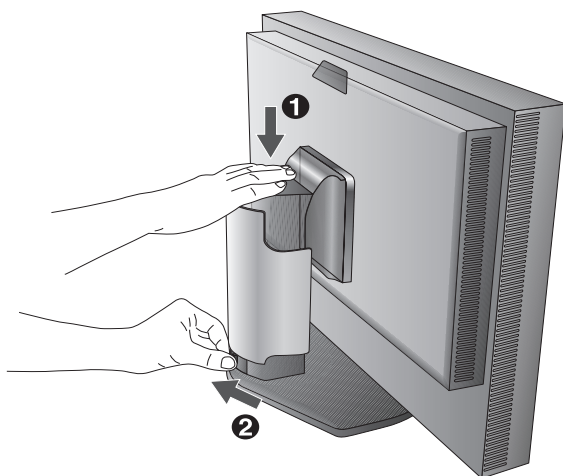

Figura B.1
3. La regolazione in altezza è bloccata dal pulsante di blocco. Appoggiare una mano sul monitor per spingere lo schermo nella posizione più bassa. Fare scorrere il pulsante di blocco per bloccare il supporto in modo da sollevare il monitor (**Figura B.1**).